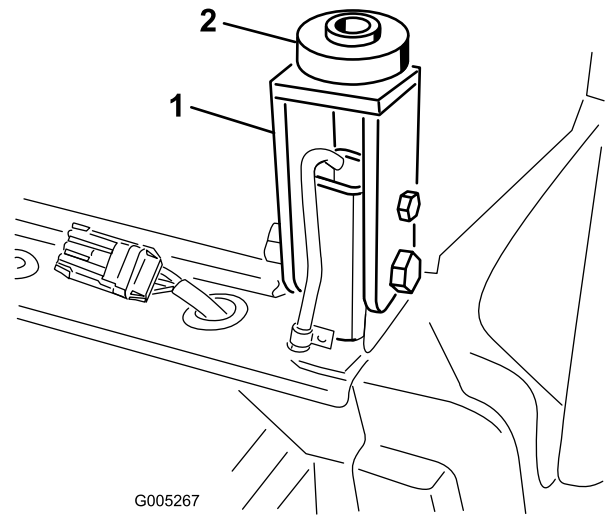

Figure 23
9. Insérez un support en caoutchouc sur chaque support de la cabine, aux points de montage arrière (Figure 23).